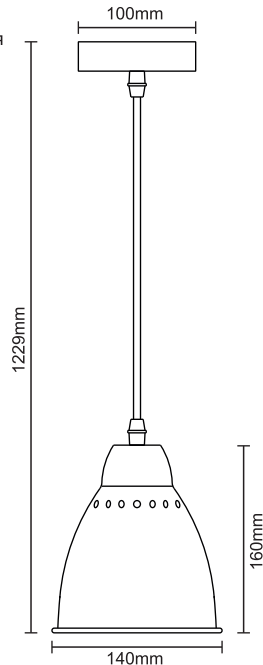

Рис. 1
- Размер изделия: смотри Рис. 1